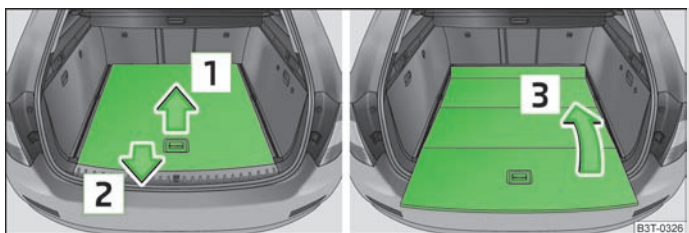
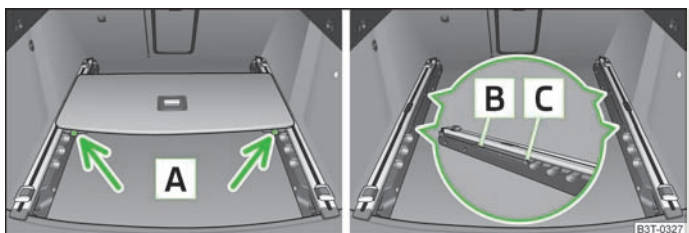

Fig. 75 Portbagajul: pliarea podelei variabile
Fig. 76 Portbagajul: Demontarea podelei variabile
- ▶ Prindeți de mâner partea din spate a podelei, ridicați puțin în sensul săgeții **1** » fig. 75 și scoateți-o peste bara de protecție în sensul săgeții **2**, până când se fixează în decupajul **C** » fig. 76.
- ▶ Prin mișcarea în sensul săgeții **3** » fig. 75, pliați podeaua.
- ▶ Apăsați tastele de siguranță **A** » fig. 76 și extrageți podeaua.
- ▶ Împingeți podeaua spre în față, până când se fixează în decupajele **B** din și-ne » fig. 76.